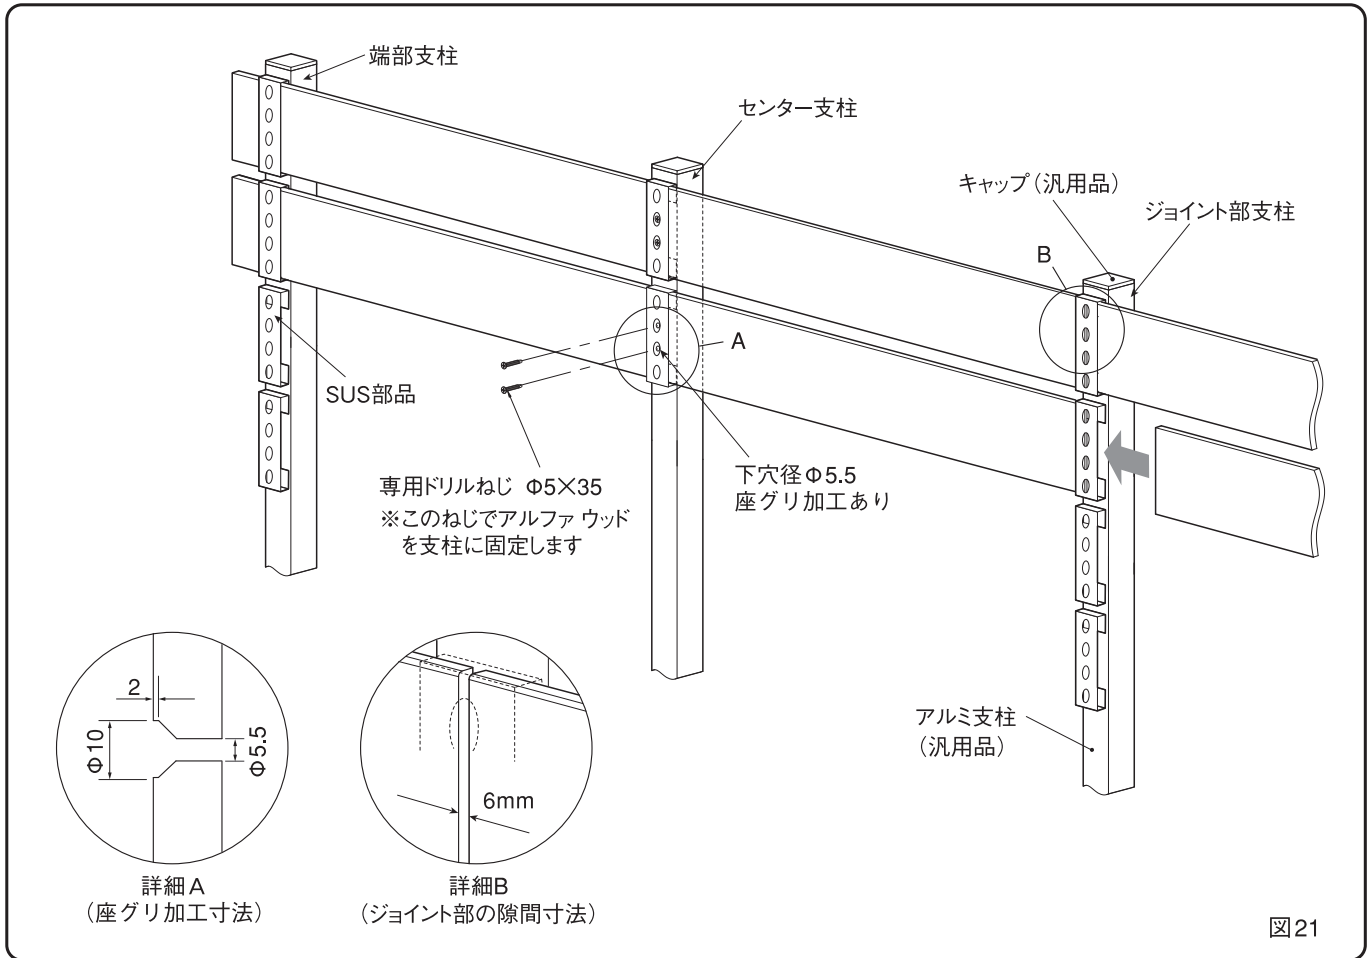

図21
- ⑦ センター支柱に対し下図の位置でアルファウッドを固定します。その際、予めアルファウッドにΦ5.5の下穴をあけるとともにねじ頭が飛び出さない為の座グリを設けておきます。(ドリルねじを採用していますので、アルミ支柱への下穴は不要です) (図21参照)
- ⑧ 以下同様の手順で全てのアルファウッドを取付けます。その際、隣り合うアルファウッドの隙間は必ず6mmあけてください。(図21参照)